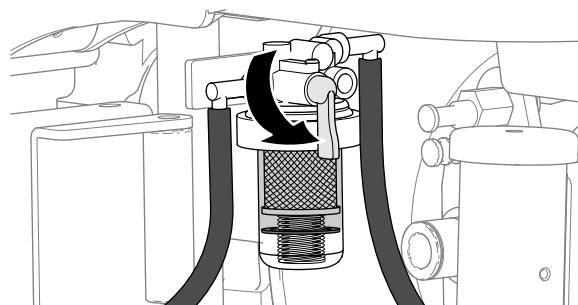

Figura 67
2. Se houver água no recipiente do filtro de combustível, rode a válvula de corte do combustível do separador de água/combustível para a posição FECHADA (Figura 67) e realize os passos em Drenagem de água do recipiente do filtro de combustível (página 55).